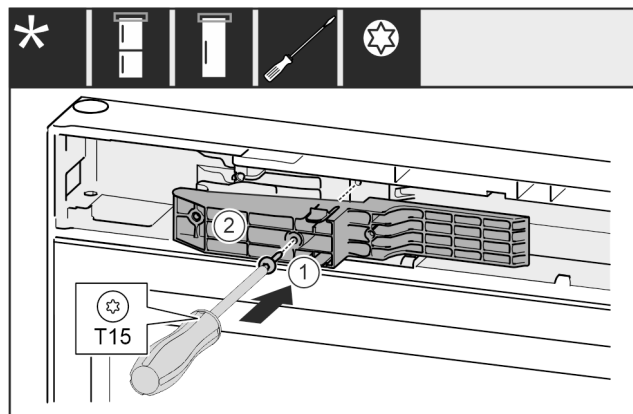

Fig. 59 *
- ▶ Inserire l'adattatore Fig. 59 (1) nel vano sul lato della maniglia.*
- ▶ Stringere la vite Fig. 59 (2) con un cacciavite.*